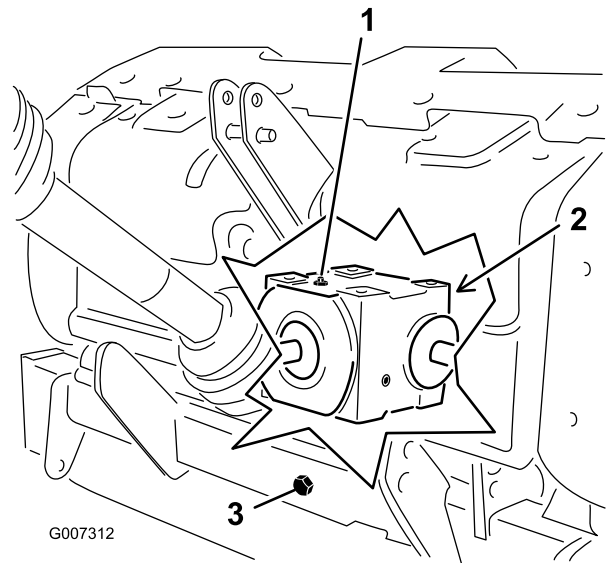

Bild 31
2. Entfernen Sie die Prüfschraube vom Getriebe (Bild 31).
3. Stellen Sie sicher, dass der Ölstand die Unterseite des Prüfschraubenlochs im Getriebe erreicht (Bild 31).
- Entfernen Sie Rückstände von der Füllschraube und dem Ablassdeckel, um eine Verunreinigung zu vermeiden (Bild 31).